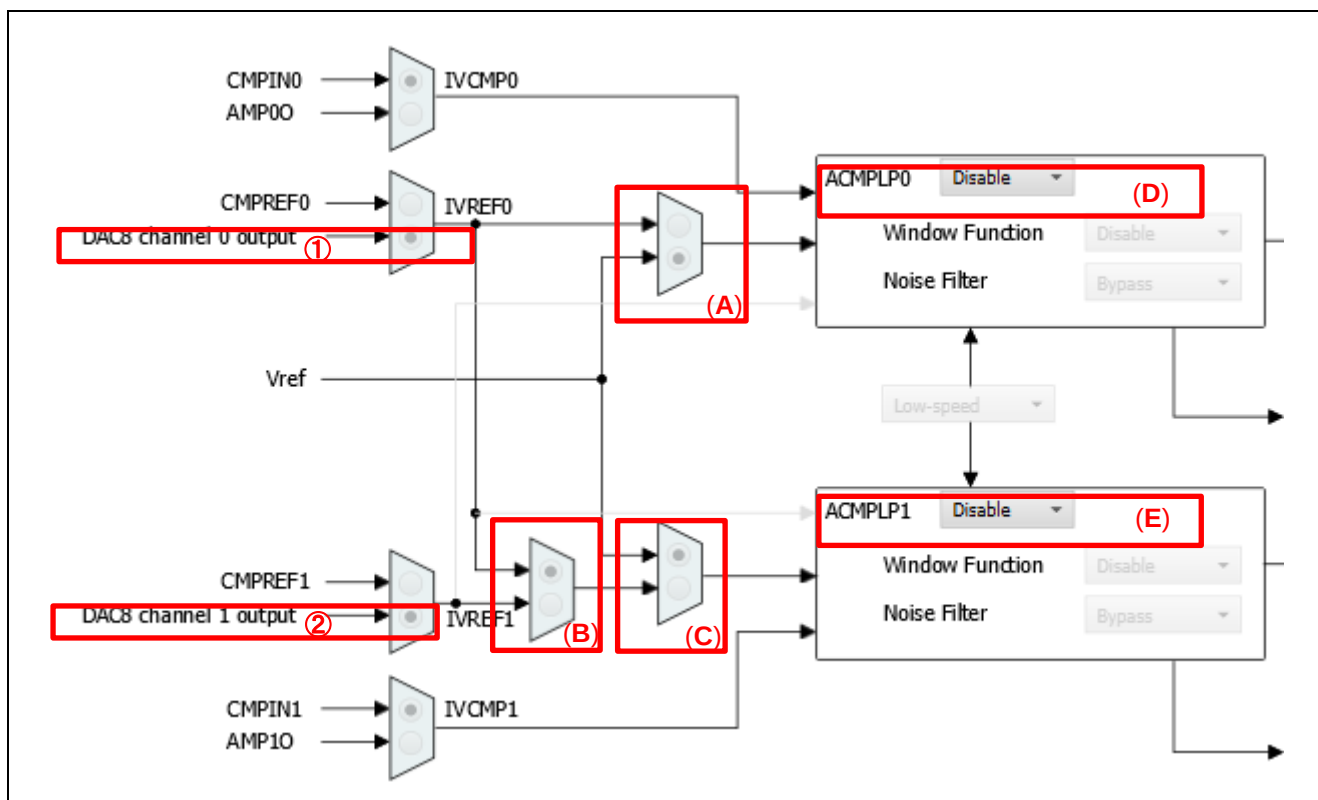

図 3-5 ACMLP の設定例
- ACMPLP の「DAC8 channel 0 output」を選択した場合(図 3-5 の①)
- 図 3-5 の(A)で Vref を選択した場合
- ACMPLP0 を「Disable」に選択した場合(図 3-5 の(D))
- 図 3-5 の(B)で IVREF0 を選択、図 3-5 の(C)で Vref を選択、かつ ACMPLP1 を「Enable」に選択した場合(図 3-5 の(E)を Enable に設定)
上記 ACMPHP0 の設定では図 3-5 の①の設定が無効となります。そのため、図 3-5 の①を「DAC8 channel 0 output」から「CMPREF0」に変更してください。
■ ACMPHP の「DAC8 channel 1 output」を選択した場合(図 3-5 の②)
- 図 3-5 の(B)で IVREF0 を選択した場合
- 図 3-5 の(C)で Vref を選択した場合
- ACMPHP1 を「Disable」に選択した場合(図 3-5 の(E))
上記 ACMPHP1 の設定では図 3-5 の②の設定が無効となります。そのため、図 3-5 の②を「DAC8 channel 1 output」から「CMPREF1」に変更してください。